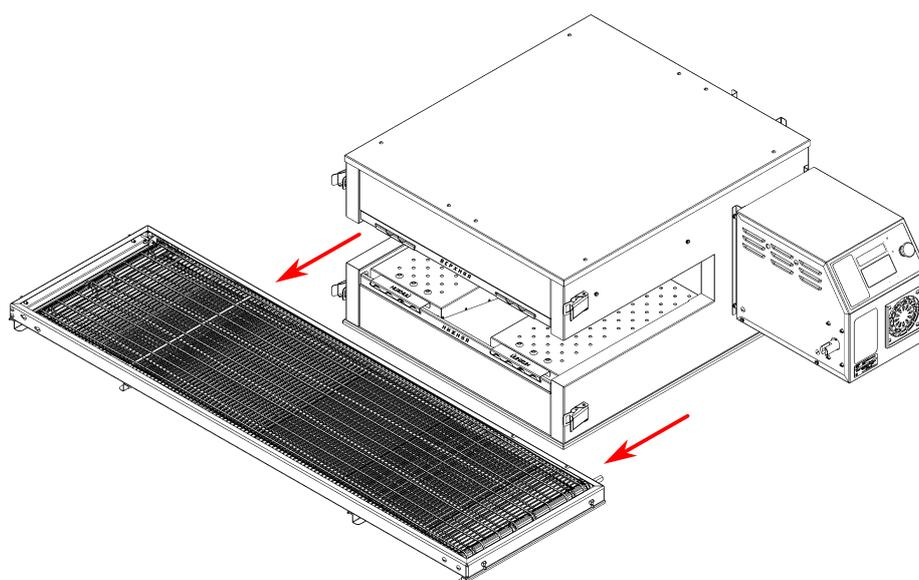

Рисунок 22
3. Вытащите конвейер, см. Рис. 22. **ВНИМАНИЕ! Во избежание получения травм и повреждения изделия извлекать конвейер следует вдвоём.**